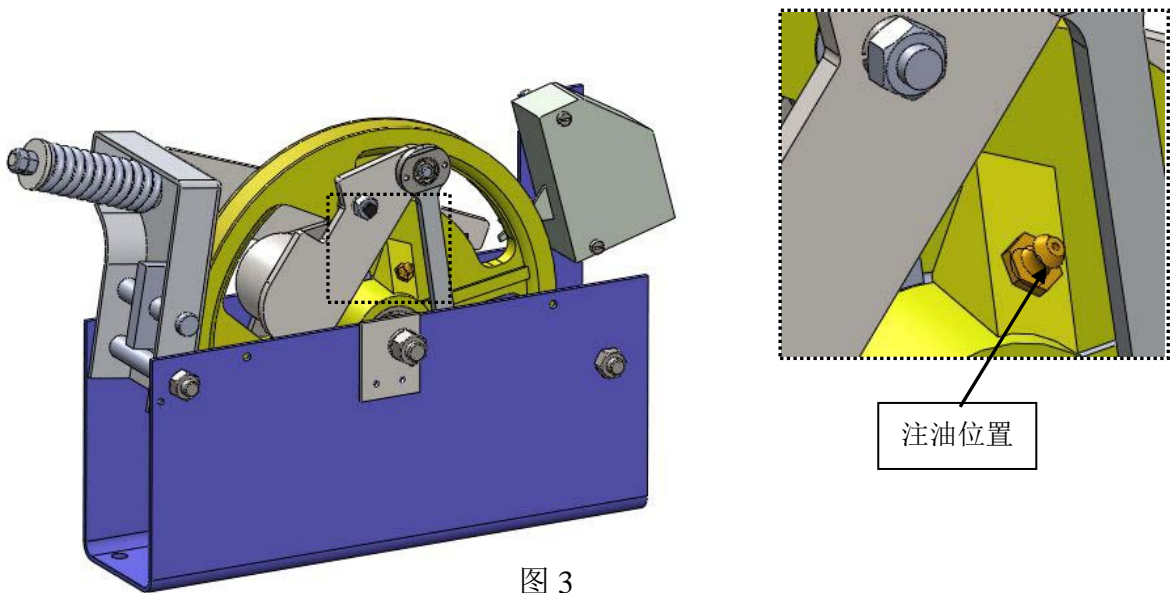

图 3
- 1、限速器绳轮轴承处每半年注 2 号钙基润滑脂一次(见图 3)。